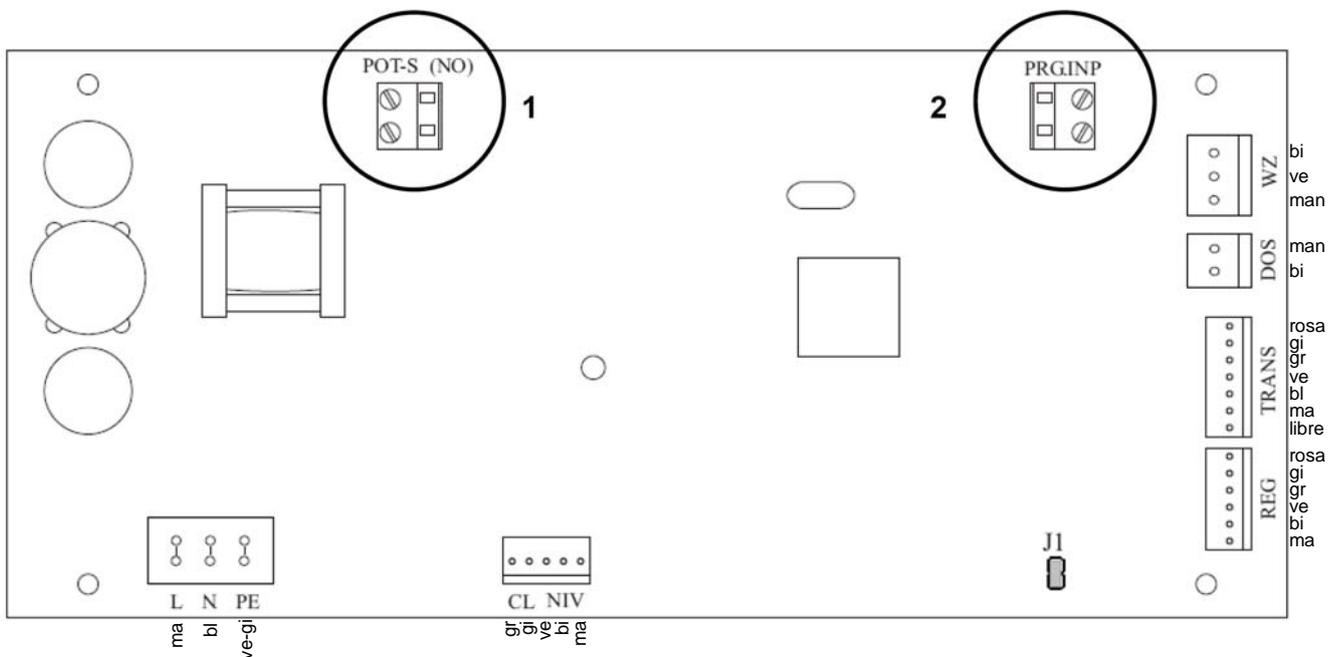

Fig. D-5: Schema dei morsetti Weichwassermeister® GSX
Per un adattamento ottimale del modo di funzionamento, sono a disposizione un'uscita programmabile (senza tensione contatto/potere d'interruzione 230 V~ 1 A, fig. D-5, pos.1) e un'entrata programmabile (per il collegamento a un contatto senza tensione fig. D-5, pos. 2) nella centralina di comando. La descrizione delle funzioni possibili si trova al capitolo F, punto 3.2.